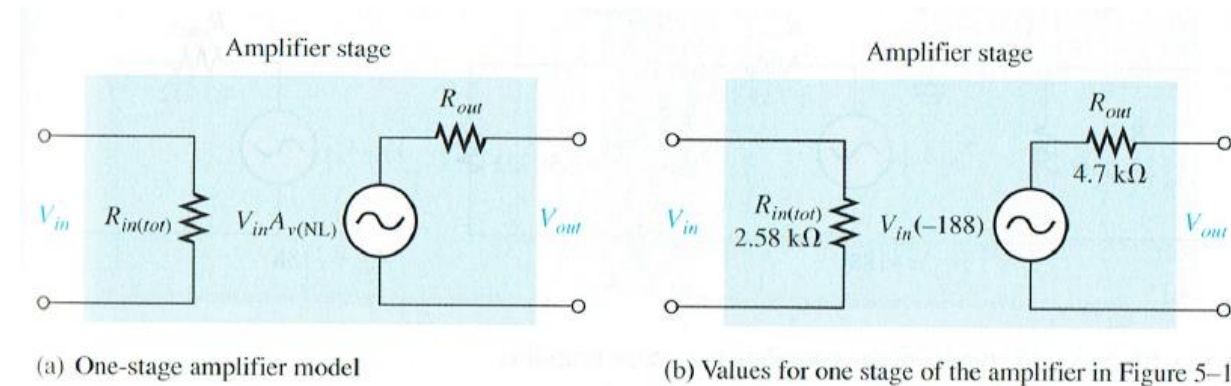

FIGURE 5-2
- Deze waarden kunnen ingevuld worden in het equivalent schema (zie fig. 5-2(b))